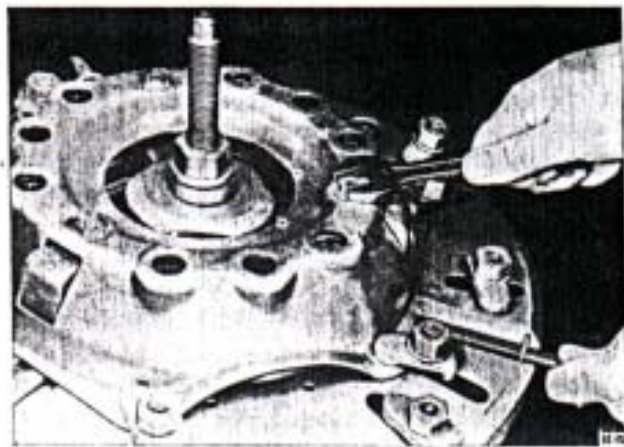

Fig. 26. — Regulando el ajuste de la placa de presión.
- 11°) Actuar sobre las tuercas de los bulones-ojo, hasta que las sondas de ajuste puedan deslizarse con un suave y ligero roce. Efectuar esta operación **alternadamente** con los otros dos calibres y tuercas de ajuste (Fig. 26).